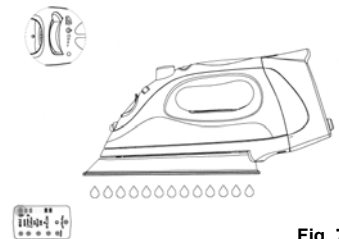

Fig. 7
5. Tournez cadran de vapeur variable entièrement à droite à la position d'auto-nettoyage et tenez le fer à l'horizontale au-dessus de l'évier. (Fig. 7)